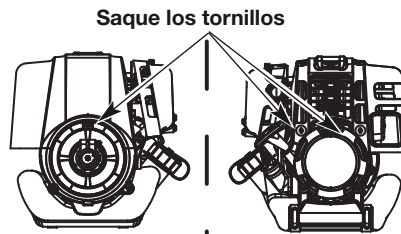

Fig. 27
- Utilizando un destornillador de cabeza plana o Torx T-25, quite los dos (2) tornillos en la parte posterior de la cubierta del motor y el que se encuentra en la parte delantera de la cubierta del motor (Fig. 27).